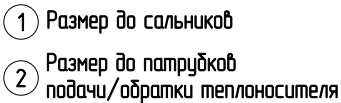

Рис.5 Габаритные размеры
- Подсоединить котел к системе отопления. Габаритные и присоединительные размеры котлов указаны на **рис.5**;